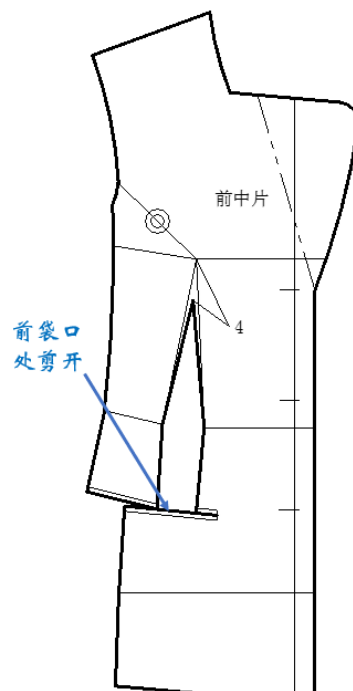

图 11 前衣片胸省结构处理方法
2. 前衣片胸省结构处理方法:前衣片胸省设置为袖胸省,然后通过纸样折叠法转移至腰部,与腰省合并。应注意为了满足款式的要求,在前袋口处剪开。见图 11。